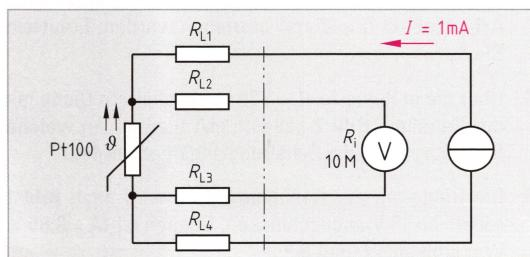

Bild 4: Vierleiter-Messverfahren
- Ein Pt100 wird mit der Vierleiter-Schaltung bei einem konstanten Strom von 1 mA gemessen (**Bild 4**). Die vier Leitungswiderstände haben jeweils 4 Ω/Ader.